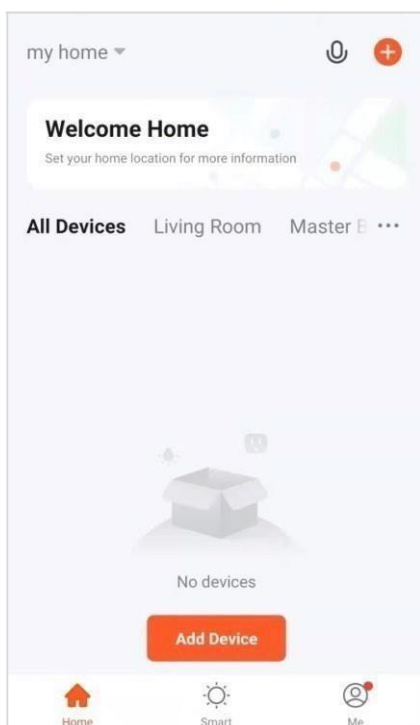
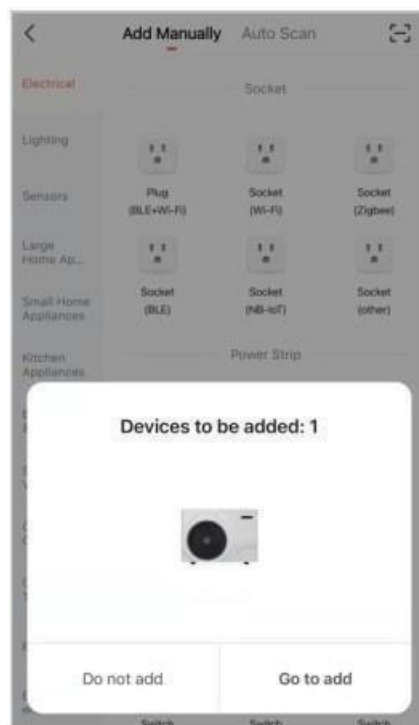
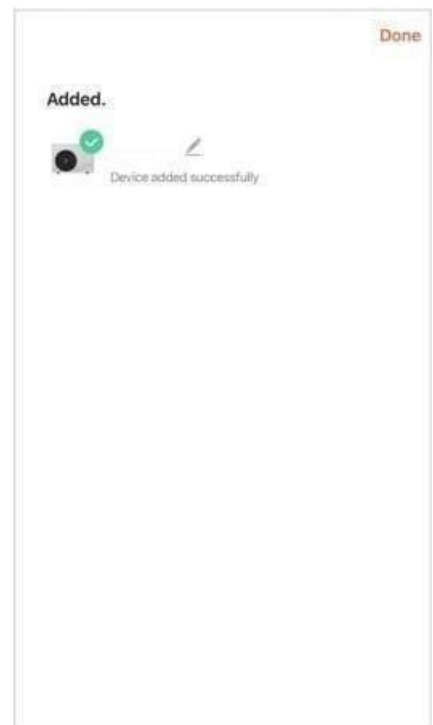

Fig.10.2
Fig.10.3
Fig.10.4
1.4 Aprire l'APP Sime, quindi fare clic su **Aggiungi dispositivo** (Fig. 10.2) per eseguire la scansione automatica dell'apparecchio. Premere **Vai ad aggiungere** (Fig. 10.3) dopo aver trovato l'apparecchio. Quindi premere **Fatto** (Fig. 10.4) per completare la connessione.